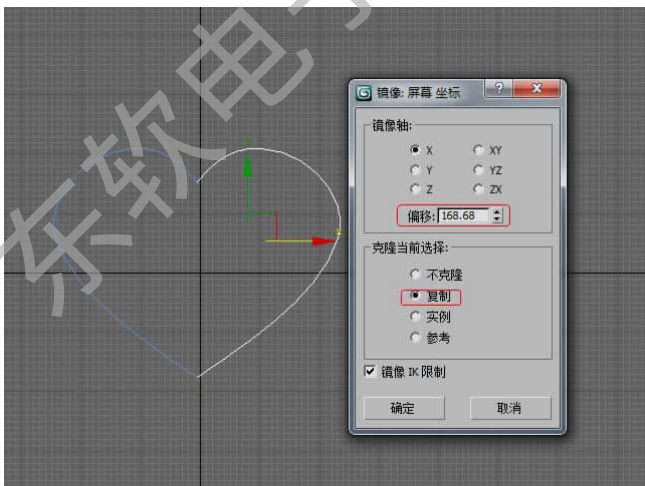

图 2-37 镜像
Step 3. 选择  镜像工具,然后在弹出的对话框选择复制,通过调节偏移值将复制出来的图形移到合适的位置,如图 2-37 示。